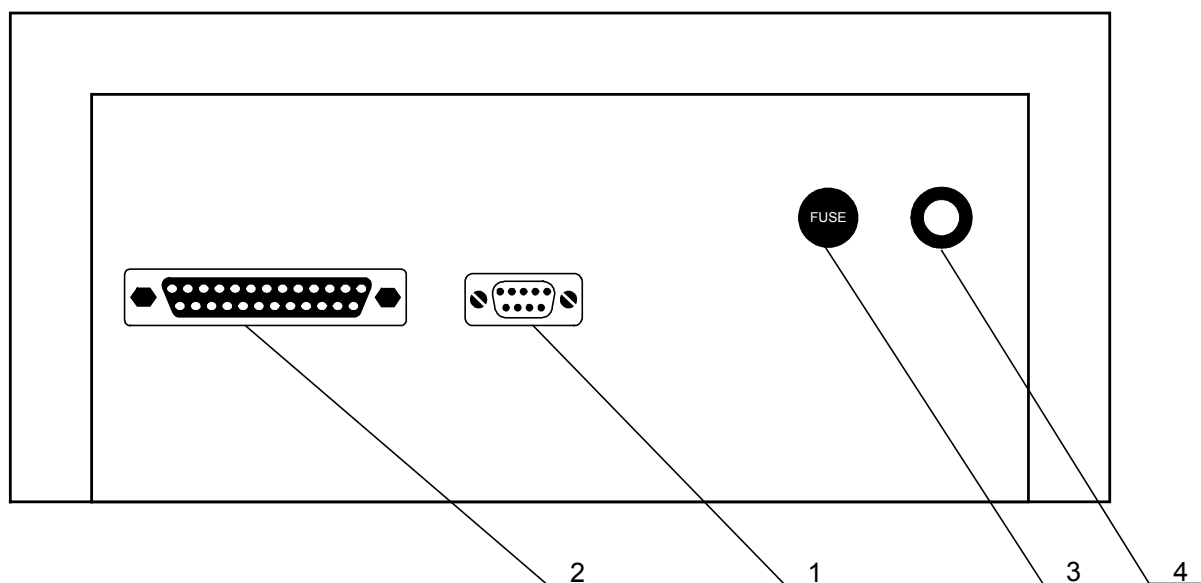

Abbildung 4. Seitenansicht des Testers AMX700/R und AMX 700
Neben den Elementen auf der Frontplatte verfügt das Gerät über zwei Anschlüsse und eine Sicherung. Auf der Abbildung 4 wurde die vordere Seite des Gerätes mit den dort angebrachten Elementen gezeigt.
Das Gerät AMX 700/R ist mit vollem Satz an Diagnosekabeln ausgestattet. Nach dem Anschließen einer beliebigen Leitung an die Schnittstelle DB37 (Schnittstelle 2 Abb. 4) zeigt das Gerät automatisch die Information für welche Art der Diagnose es vorbereitet ist. Und so, beispielsweise, nach dem Anschließen eines Diagnosekabels an das Fahrzeug mit der 12V-Installation wird sich das Gerät wie folgt verhalten:
1. Den Steckerstift 5 (Abbildung 4) in die Buchse DB37 (2 Abb. 4) einstecken;